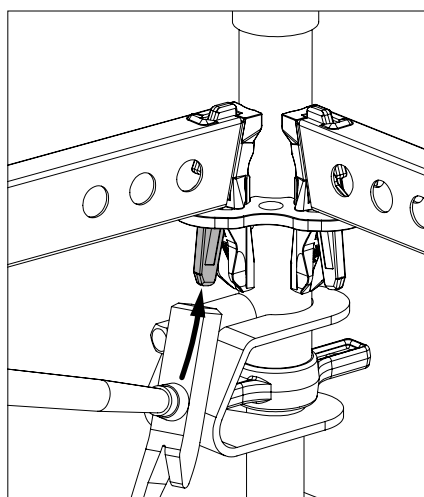

Abb. A3.05
1. Mit Hammer von unten gegen den Keil schlagen. (Abb. A3.05)